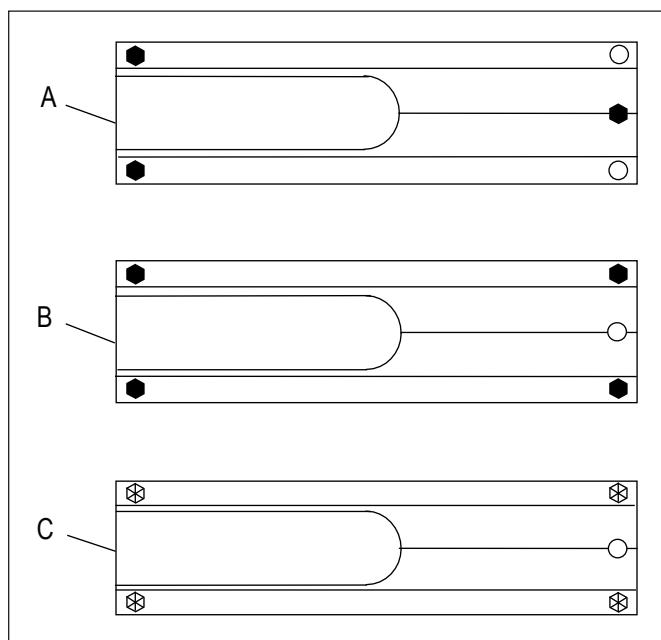

Fig. 4
Si l'unité d'avance doit être placée sur des surfaces planes, il faut disposer les pieds en appui à trois points (*v. agencement A à la fig. 4*) :
Les mesures sur des objets cylindriques avec un diamètre à partir de 72 mm sont possibles avec l'appui à quatre points (*v. agencement B à la fig. 4*).
2. Introduire les quatre vis fixant l'embase prismatique (*v. agencement C à la fig. 4*) et les visser à l'aide de la clé Allen (surplat 2).